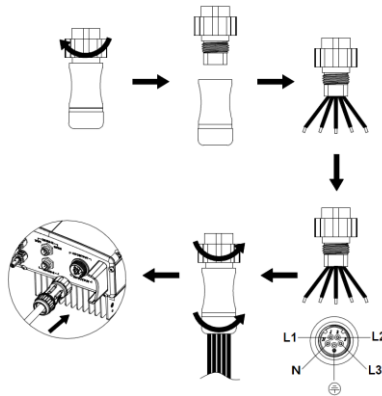

Figura 4.15 Cablajul conectorului AC
- (1) Înainte de a conecta cablul de rețea de curent alternativ trifazat la invertor, luați fulger și scurtcircuitați măsuri de protecție a circuitelor în conformitate cu codurile locale de siguranță electrică
- (2) După cum se arată în Figura 4.15, conectați și fixați conductoarele L1, L2, L3, N și PE ale rețele trifazate la borna AC cu un cuplu de 0,5 Nm. Strângeți terminalul cu strângere cuplu de 2,5-3 Nm, apoi conectați terminalul la portul AC al invertorului.